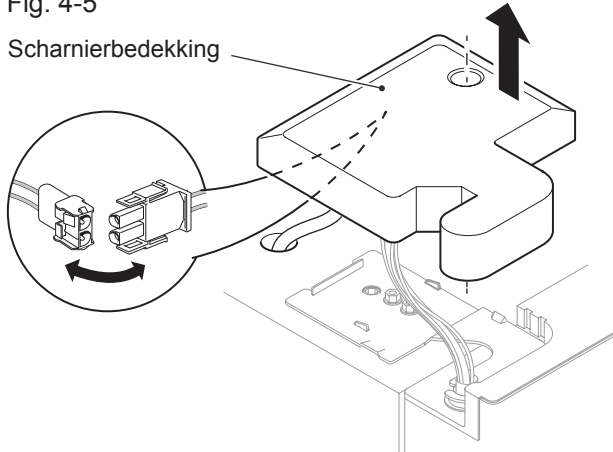

Fig. 4-6
2. Draai de schroeven van het bovenste scharnier los en verwijder het scharnier (fig. 4-6).